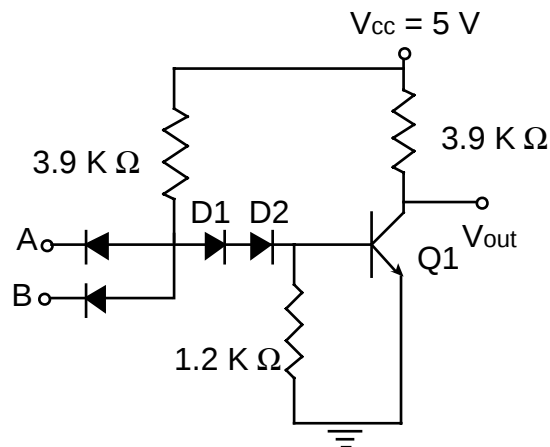

Fig 1
- a) Montare il circuito in fig. 1 e costruire la tabella della verità mandando in input tutte le combinazioni della tabella e misurando in ogni caso V_{out} :